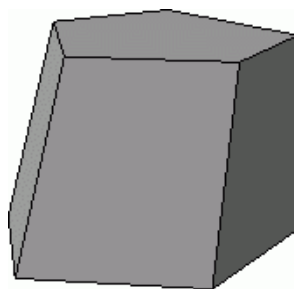

Рис. 3.23. Две грани, наклоненные к основанию с помощью команды Уклон
– предназначена для придания уклона плоских граней, которые были перпендикулярны основанию (рис. 3.23). Эта команда отличается от уклона, придаваемого элементам выдавливания, следующими особенностями: